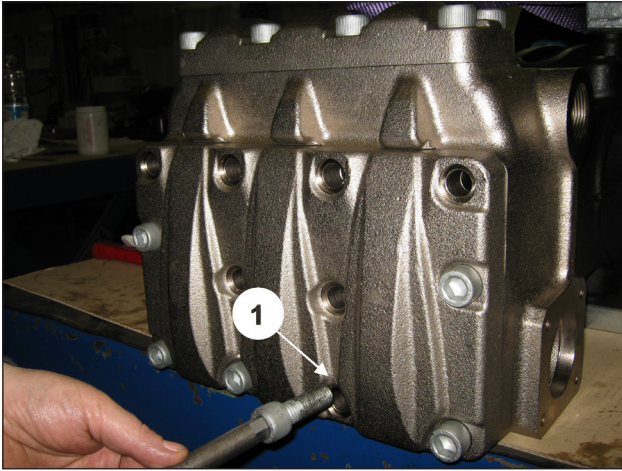
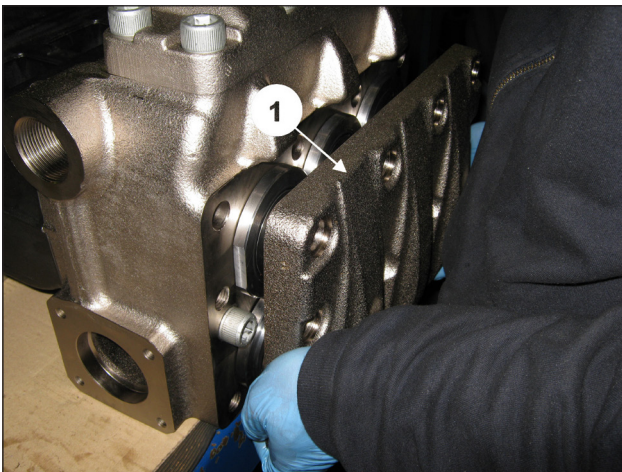

Рис. 103
Рис. 104
Открутите 6 винтов М16х45 на крышке узла всасывающих клапанов (поз. ①, Рис. 103) и 6 винтов М16х200. После этого снимите крышку (поз. ①, Рис. 104).